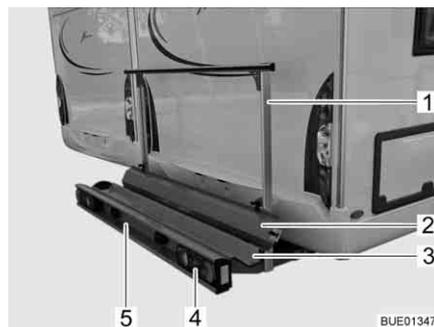
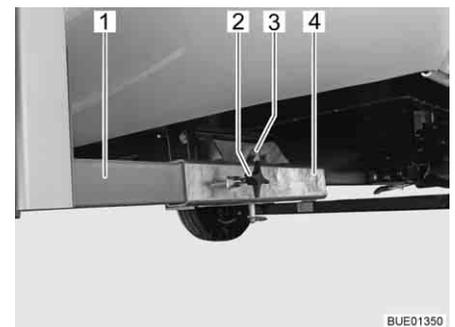

Fig. 8 Suporte de cargas
Fig. 9 Fixação ao veículo
O suporte de cargas (Fig. 8) dá-lhe a possibilidade de levar uma mota ou uma motoreta com um peso até 130 kg.
- Cuba de suporte (Fig. 8,3) e estribo de fixação (Fig. 8,1) com fixação no veículo (Fig. 9)
- Luzes traseiras (Fig. 8,4)
- Iluminação da matrícula do veículo (Fig. 8,5)
- Rampa de acesso (Fig. 8,2)
Ambos os suportes longitudinais (Fig. 9, 1) do suporte de cargas estão fixados ao chão do veículo por meio de parafusos com pegas (Fig. 9,2) nos apoios quadrangulares (Fig. 9,4). O suporte de cargas é fixado por meio de um pino (Fig. 9,3) com anel de retenção.